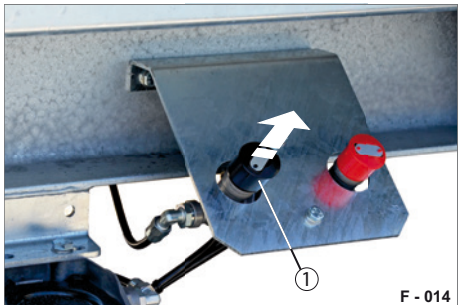

Abb. 17 Betriebsbremse in Fahrstellung
- ▶ Ziehen Sie das Löseventil (Abb. 17/1).